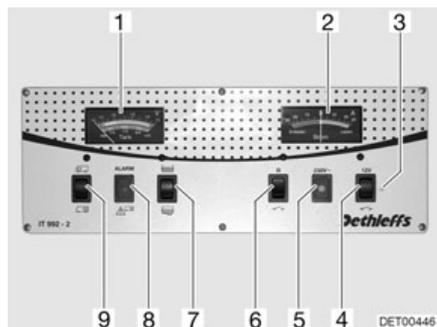

Fig. 160 Panel IT 992
Observar la escala superior del instrumento indicador V/depósito (Fig. 160,1). El instrumento indicador se ilumina automáticamente al accionar el interruptor.
- Pulsar el interruptor basculante (Fig. 160,9) por arriba "☺": Indica la tensión de la batería del motor de arranque.
- Pulsar el interruptor basculante (Fig. 160,9) por abajo "☹": Indica la tensión de la batería del habitáculo.
Observar la escala inferior del instrumento indicador V/depósito (Fig. 160,1). El instrumento indicador se ilumina automáticamente al accionar el interruptor.
- Pulsar el interruptor basculante (Fig. 160,7) por arriba : Indica la cantidad de agua.
- Pulsar el interruptor basculante (Fig. 160,7) por abajo : Indica la cantidad de aguas residuales.
La luz roja de ALARMA (Fig. 160,8) parpadea en cuanto la tensión de la batería del habitáculo baja de 11 V (medición durante el servicio) y hay peligro de descarga completa.
El instrumento indicador (Fig. 160,2) indica constantemente la corriente actual suministrada por la batería. El instrumento indicador se ilumina automáticamente al accionar el interruptor.
El interruptor principal de 12 V (Fig. 160,4) conecta y desconecta el panel y la alimentación de 12 V del habitáculo.
Conectar: ■ Pulsar el interruptor basculante (Fig. 160,4) por arriba "  ": La alimentación de 12 V del habitáculo está conectada. La luz de control (Fig. 160,3) se enciende de color verde.
Desconectar: ■ Pulsar el interruptor basculante (Fig. 160,4) por abajo "  ": La alimentación de 12 V del habitáculo está desconectada. La luz de control (Fig. 160,3) se apaga.
Se enciende la luz de control de 12 V (Fig. 160,3) cuando se conecta el interruptor principal de 12 V (Fig. 160,4).
Se enciende la luz de control de 230 V (Fig. 160,5) amarilla cuando hay tensión de red en la entrada del bloque eléctrico.
Conectar: ■ Pulsar el interruptor basculante (Fig. 160,6) por arriba: La bomba de agua está conectada.
Desconectar: ■ Pulsar el interruptor basculante (Fig. 160,6) por abajo "  ": La bomba de agua está desconectada.